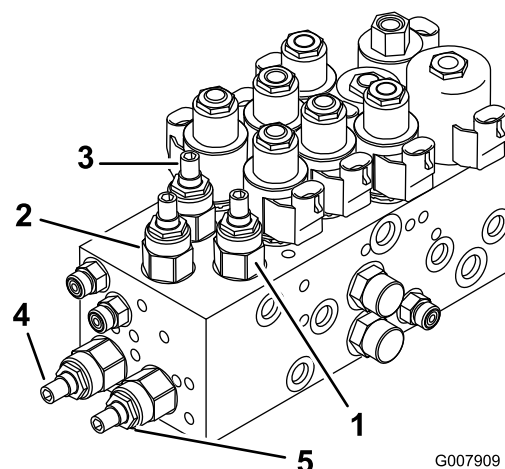
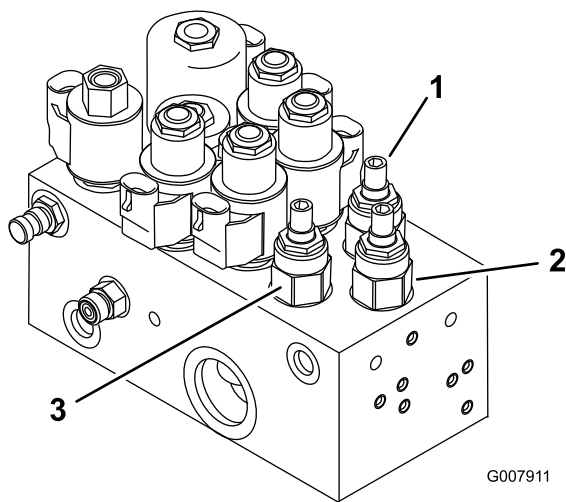

Figure 86
Figure 87
1. Repérez les vannes sur le collecteur de relevage afin de régler le(s) plateau(x) de coupe voulu(s) (Reportez-vous au tableau et aux Figure 86 et Figure 87).